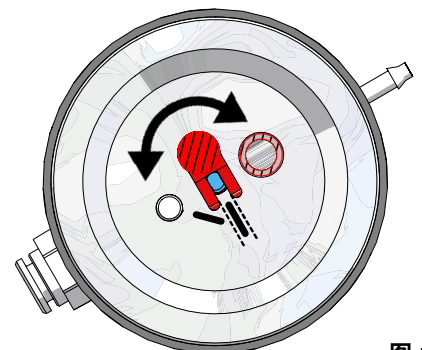

图 12
- ⇒ 定量喷嘴必须用25 - 70 μm砂罐来调整 (图12)！